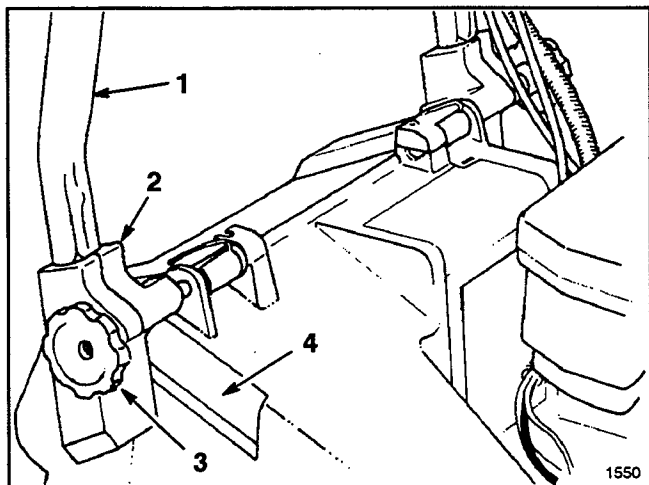
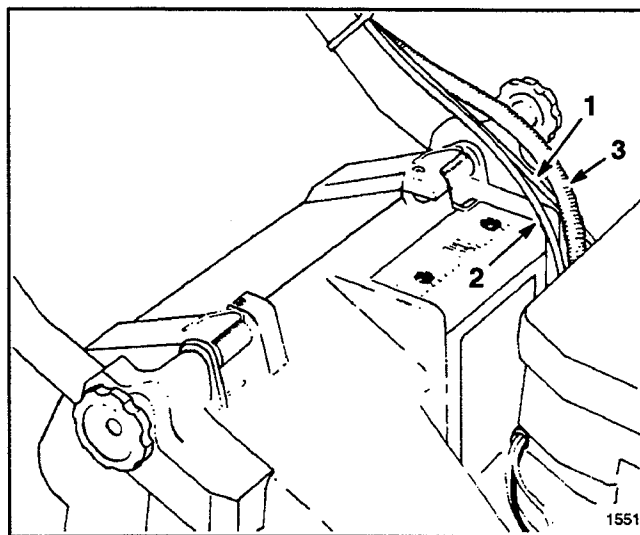

Figure 1
Figure 2
1. MONTAGE DU MANCHERON—Desserrer les boutons des supports de montage (Fig. 1).
3. Insérer les extrémités du mancheron dans les trous des supports de montage, et les mettre bien en place dans les supports (Fig. 1). S'assurer que les câbles de commande des gaz, du démarreur et de la traction reposent sur le support de montage de gauche (Fig. 2).
4. Pivoter le mancheron et les supports vers l'arrière pour insérer solidement les supports dans leurs logements (Fig. 2).